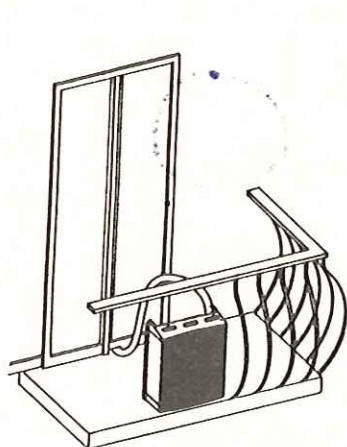

Fig. 8
- 6) Nel caso sia richiesta la chiusura della finestra bisognerà praticare un tassello nella porta o del telaio della finestra a traverso cui for passare il tubo flessibile di collegamento (vedi Fig. 8 e 9).